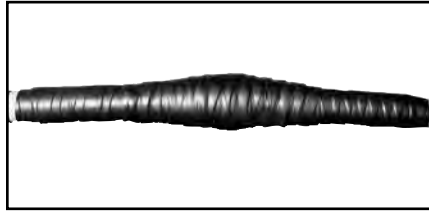

Figura 14
2. La cinta aislante debe aplicarse superpuesta en un 50%, produciendo un estiramiento uniforme según especifique el fabricante de la cinta. (Figura 14)